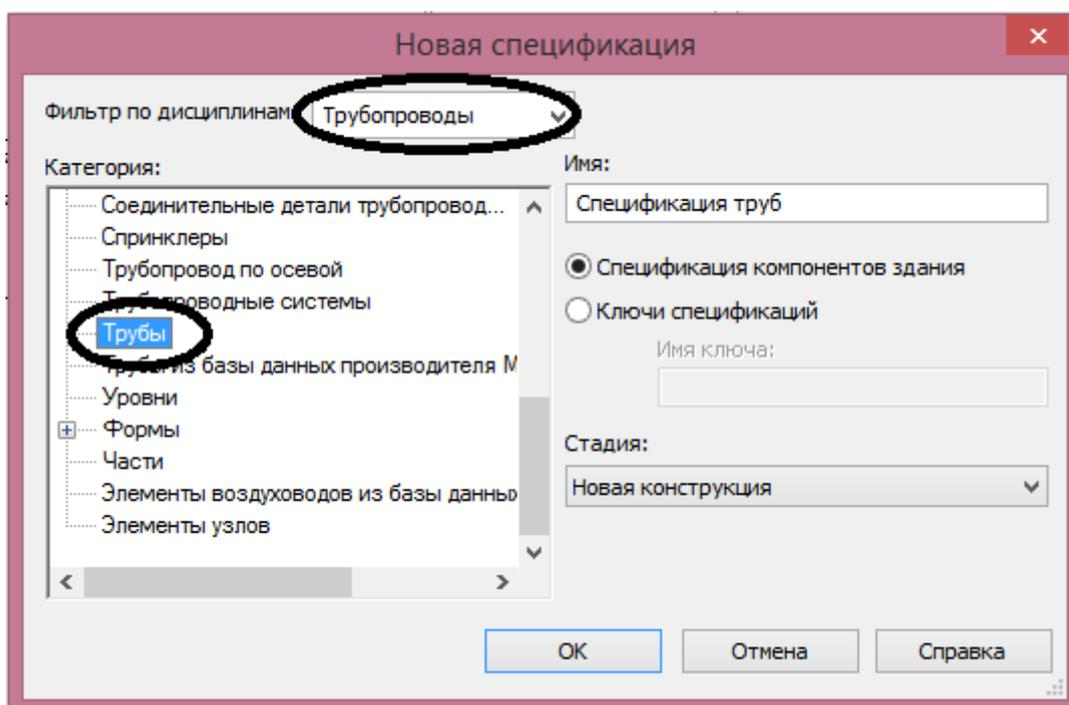

Рисунок 5.23 Диалог создания новой спецификации
3. В окне «Фильтр по дисциплинам» выбрать раздел «Трубопроводы» -> Категория «Трубы» (рисунок 5.23).